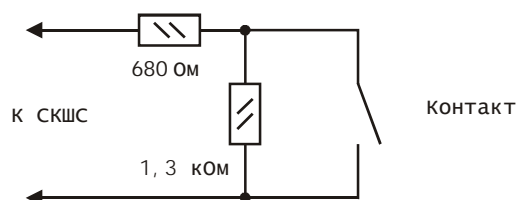

Рис. 2 Типовая схема включения ШС с контролем КЗ и обрыва
Схемы включения ШС приведены на Рис. 2 и Рис. 5. Данные схемы справедливы для нормально замкнутых и нормально разомкнутых контактов. Наличие или отсутствие контроля КЗ или обрыва ШС конфигурируется в БЦП (см. Руководство по программированию ППКОПУ 01059-1000-3 «Р-08»).
При подключении одного ШС к СКШС по схеме на Рис. 2, собственный ток потребления СКШС увеличивается на:
5.5. Схемы включения ШС приведены на Рис. 2.